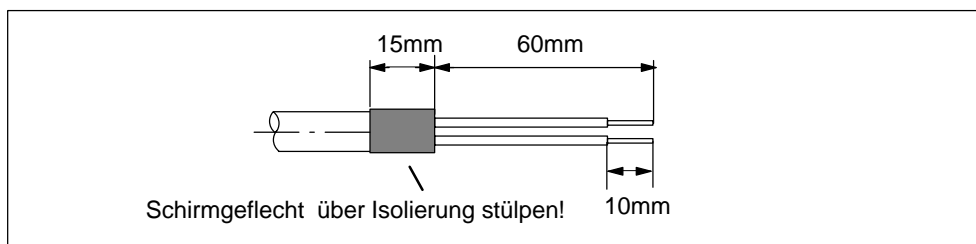

Bild 10 Länge der Abisolierungen
1. Isolieren Sie das Buskabel gemäß Bild 10 ab und stülpen Sie das Schirmgeflecht über die Isolierung.